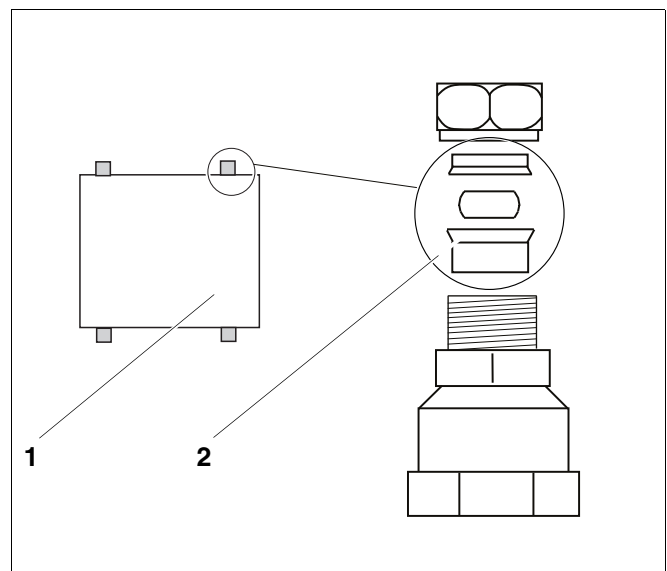

Abb. 2 Klemmringe entfernen
Die Komplettstation (Abb. 2, **Pos. 1**) ist mit vier Klemmringverschraubungen für 18 mm Cu-Rohre ausgestattet. Um die Montage der Twin Tube 15-Rohre ausführen zu können, müssen Sie zuerst die Klemmringe entfernen.
- Ersetzen Sie die Klemmringe gemäß der Grafik durch die Klemmringsätze 18 mm × 15 mm (Abb. 2, **Pos. 2**).